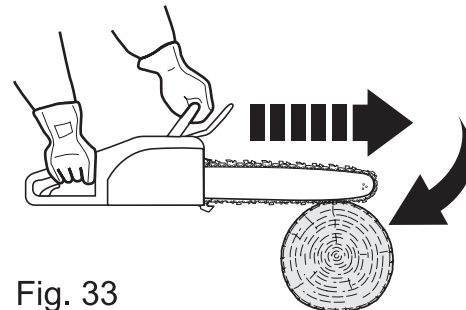

Fig. 33
- > El pinzamiento de la cadena de la sierra (3) a lo largo de la parte inferior de la barra guía (4) puede hacer que el producto se aleje del operador (Fig.33).